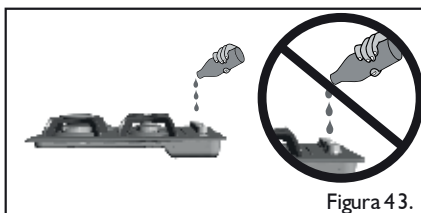

Figura 43.
- Durante las labores de limpieza, debe evitarse la caída de agua y jabón dentro de la válvula (Figura 43).